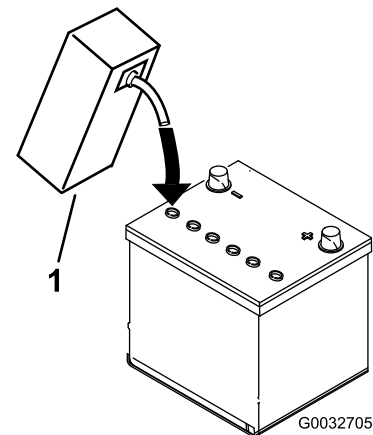

Bild 6
- Füllen Sie vorsichtig Elektrolyt in jede Zelle ein, bis die Platten ungefähr mit 6 mm Flüssigkeit bedeckt sind (Bild 6).
- Lassen Sie die Elektrolytflüssigkeit für 20 bis 30 Minuten in die Platten durchtränken. Füllen Sie nach Bedarf auf, um den Elektrolytstand auf ungefähr 6 mm unter den Einfüllstutzen anzuheben (Bild 6).